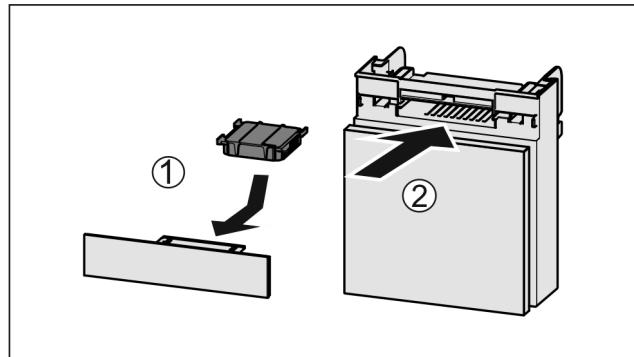

Fig. 71
► Aktivkohlefilter nach Abbildung einsetzen Fig. 71 (1).
► Fach einschieben Fig. 71 (2).